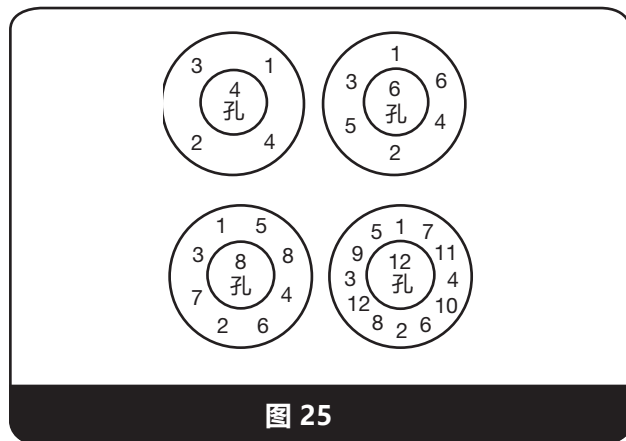

图 25
13. 在安装阀盖之前，将一个阀盖垫圈放入底座内。按照图 25 中所示的方式均匀拧紧阀盖螺柱螺母。